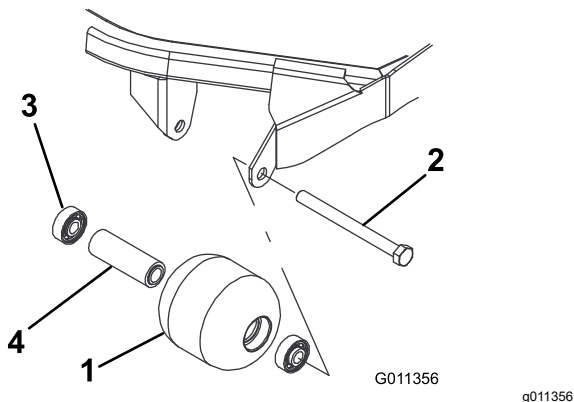

図 97
1. ローラ取り付けボルトを外す 図 97。
1. 第一のベアリングをローラハウジングに押し込む 図 97。アウターレースのみを押すか、インナーレースとアウターレースを均等に押すかする。
2. スペーサを入れる 図 97。
3. 第二のベアリングをローラハウジングに押し込む 図 97。インナーレースがスペーサに接触するまで、インナーレースとアウターレースを均等に押す。
4. ローラハウジング、ベアリング、ベアリングスペーサに破損がないか点検する 図 97。破損している部品を交換し、組み立てを行う。